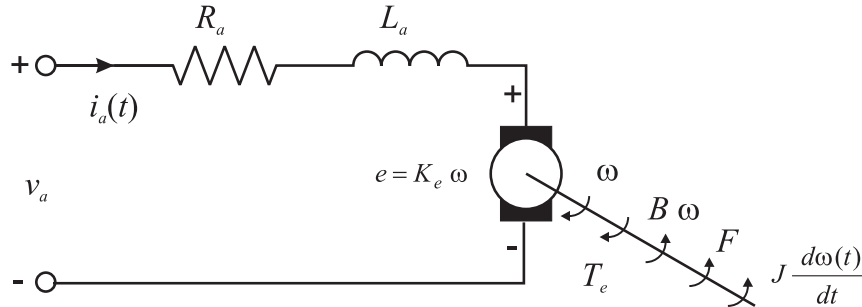

Figura 3: Diagrama eletromecânico do motor CC.
- (a) Considere o motor de corrente contínua (CC) descrito pelo diagrama eletromecânico equivalente mostrado na Figura 3 com parâmetros definidos na Tabela 1. Obter as equações de movimento do rotor, do circuito elétrico da armadura e a equação diferencial do motor CC para a velocidade e tensão aplicada na armadura. Utilizando a lei de Newton para sistemas rotacionais obtém-se o torque que faz o eixo girar: